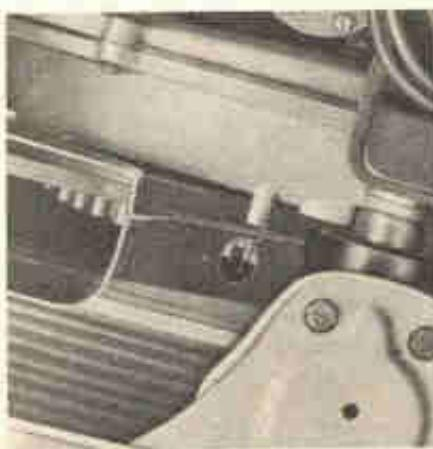

Fig. 7-V
2) — Gira-se a polia pela correia até que o rotor do distribuidor esteja apontando para a terminal da vela do 1.º cilindro. Esse ponto é marcado no corpo do distribuidor para maior facilidade. Ao se girar a polia, observa-se sua marcação. A segunda marca no sentido da rotação (segunda da direita para a esquerda), correspondente a  $10^\circ$  deve-se alinhar com a face direita do pino de referência da carcaça, olhando-se de cima. (Fig. 7-V).
- 2 — Alinha-se a marca da polia ( $10^{\circ}$ ) com o lado direito do pino indicador (Fig. 7-V). O pino serve para fixação do suporte da escala.